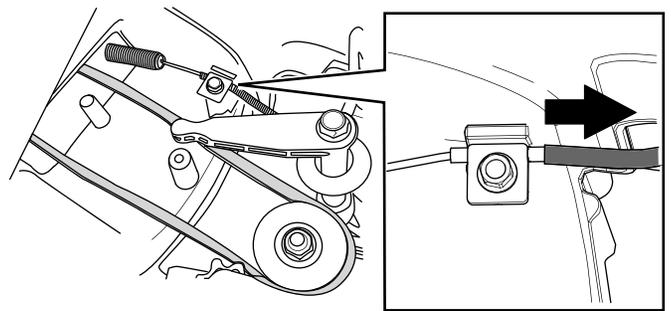

Figure 35
6. Tirez sur la gaine du câble pour supprimer le mou (Figure 35).